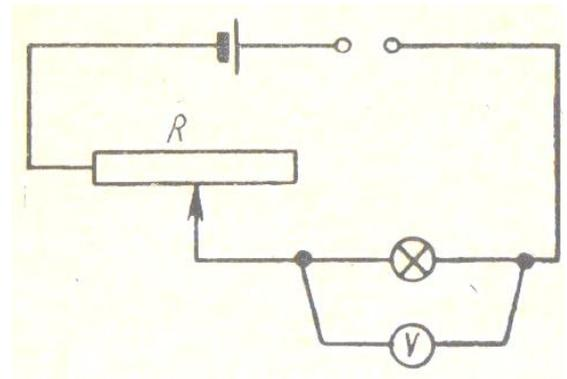

Рис.5
2. Как изменится напряжение на зажимах лампы при перемещении ползунка реостата вправо (рис.5)?